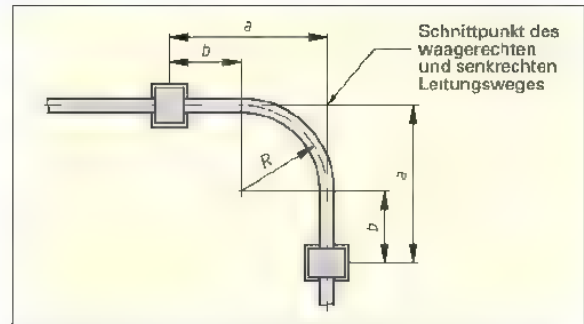

Bild 2: Schellenabstände und Mindestbiegeradius bei Leitungsbögen
a) Mit welchem Mindestbiegeradius R (Bild 2) darf die Mantelleitung gebogen werden?
b) In welchem Abstand b zum Bogen (Bild 2) setzt man die erste Befestigungsschelle?
c) Welcher Abstand a (Bild 2) ergibt sich dann bei der Verlegung von Mantelleitung NYM-J 3 x 1,5, gemessen vom Schnittpunkt des waagerechten und senkrechten Leitungsweges?